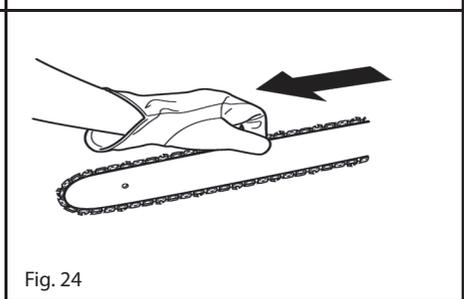

Fig. 24
10. Segure a ponta da barra guia e aperte o parafuso de travão da tampa da corrente. A corrente está com tensão certa quando não há curvatura inferior na barra guia, a corrente está bem ajustada mas pode ser girada com a mão sem bloquear (fig.24).